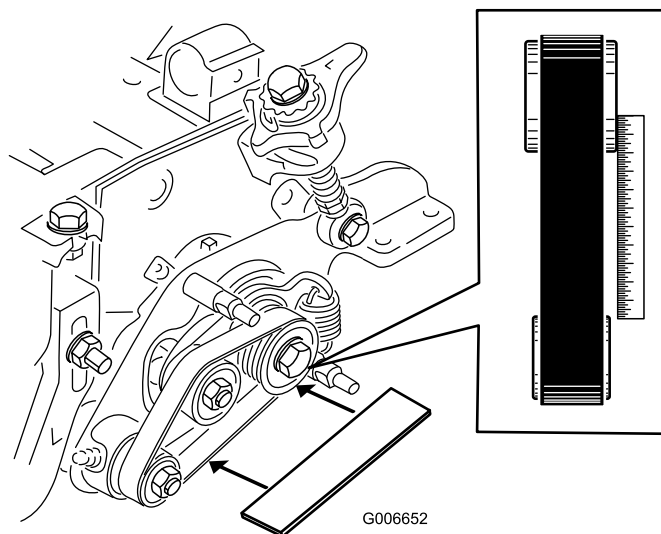

Figura 12
- Appoggiate un regolo sulla superficie esterna della puleggia di comando (Figura 12).